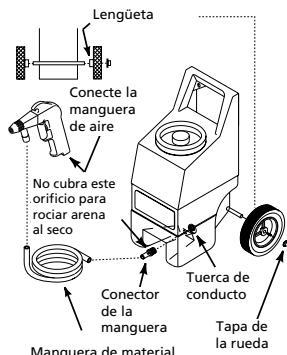

Figura 7 - Modelo AT121102
- Conecte la rueda al eje. (Vea la Figura 7). Golpee levemente la tapa de la rueda, con un martillo, de modo que calce bien, cerciórese de que el cubo protuberante esté hacia la tolva. Repita estos pasos en el lado opuesto.
- Conecte la manguera de material al conector. Conecte el otro extremo de la manguera de material a la pistola (Vea la Figura 7). Nunca asegure la manguera con abrazaderas.